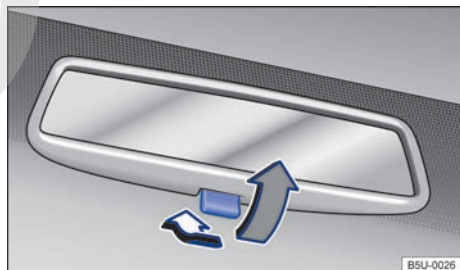

Fig. 61 Retrovisor interior con antideslumbrante manual.
- Posición de noche: tirar de la palanca → fig. 61 (flecha gris), para evitar el deslumbramiento de los faros de los vehículos que circulan detrás.